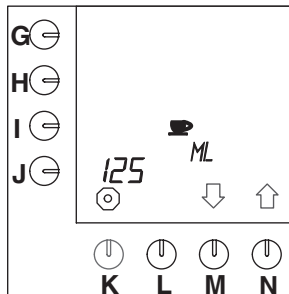

Abb. 24 Inhalt einer Tasse
- Drücken Sie auf die Wahl taster (N.)↑, bis Abb.24 im Display erscheint.